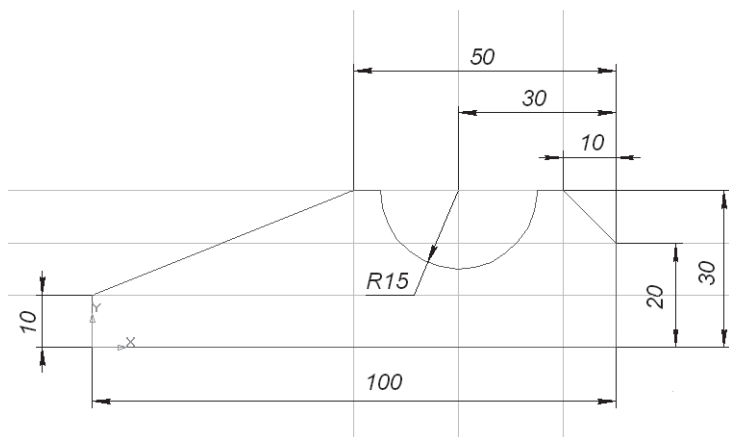

Рис. 253
- постройте эскиз рис. 253 (дальнейшее построение см. табл. 4).